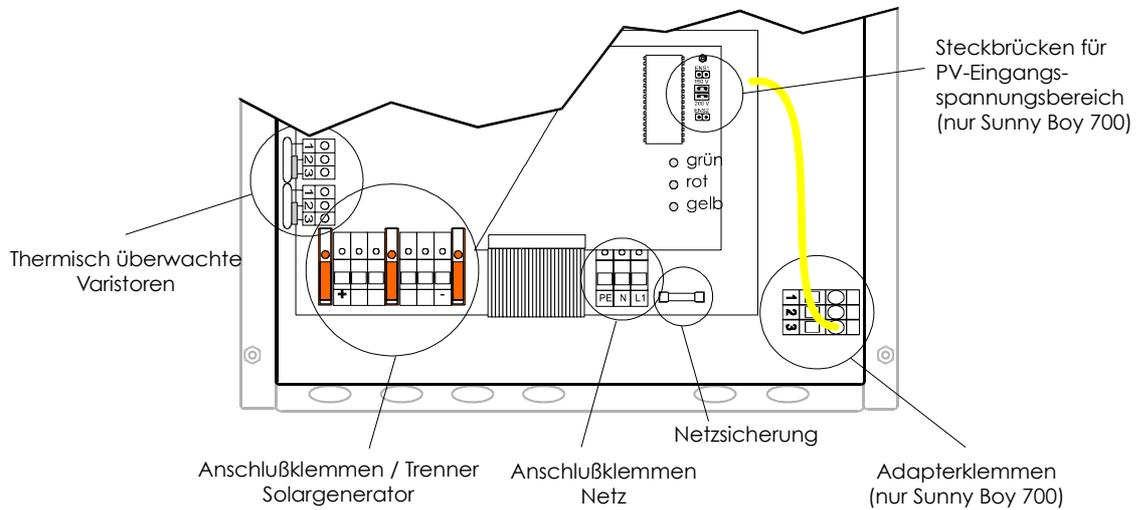
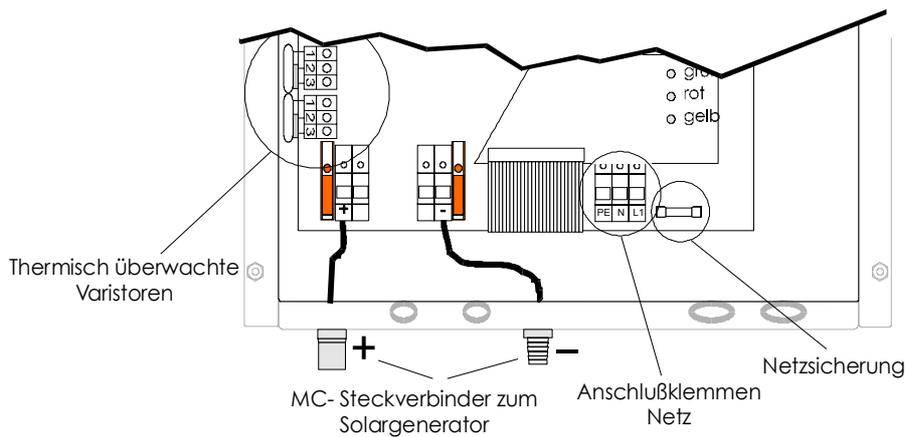

Abbildung 3.4: Klemmenbereiche des *Sunny Boy 700* und *Sunny Boy 850*
Abbildung 3.5: Klemmen- und Anschlußbereiche des *Sunny Boy 850E*
- *Sunny Boy* 850E : MC-Steckverbinder für Solargeneratoranschluß - siehe Abb. 3.5
Sunny Boy 700, *Sunny Boy* 850: Solargeneratoranschlußklemmen, Trennklemmen für Solargenerator (im unteren Bereich links) - siehe Abb. 3.4
- Netzanschlußklemmen (im unteren Bereich Mitte/rechts) - siehe Abb. 3.4, Abb.3.5
- Netzsicherung(im unteren Bereich Mitte/rechts) - siehe Abb. 3.4, Abb. 3.5
- Adapterklemmen für PV-Eingangsspannungsbereich (nur bei *Sunny Boy* 700 relevant, im unteren Bereich rechts) - siehe Abb. 3.4
- Steckbrücken für PV-Eingangsspannungsbereich (nur bei *Sunny Boy* 700, auf der Platine oben rechts) - siehe Abb. 3.4
(im unteren Bereich ganz links) - siehe Abb. 3.4, Abb. 3.5
Der Anschluß des Solargenerators an den *Sunny Boy 850E* erfolgt über die von außen zugänglichen und berührungssicheren Kontakte (siehe dazu auch Abb. 3.5) .